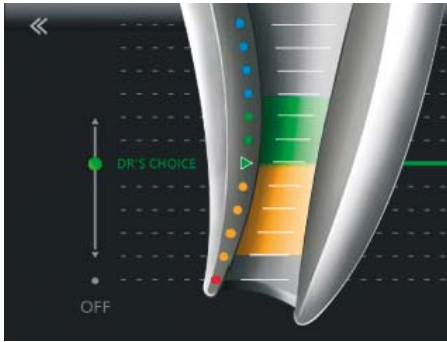

Abb. 23 DR'S CHOICE ist eingestellt
- Einstellung dieser variablen Apikallinie an der bevorzugten Position, z. B. am letzten grünen Balken (Abb. 23).